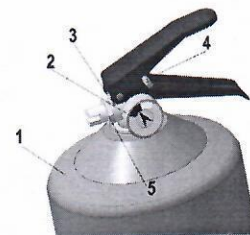

Рис. 1
3.1. Огнетушитель состоит из корпуса 1 наполненного огнетушащим порошком, индикатора давления 2, запорно-пускового устройства (ЗПУ) 3, чеки 4, насадка 5 (рис.1).
Рисунок 1 не определяет тип конструкции.
-расположить огнетушитель вертикально, насадком 5 (рис.1) в направлении очага пожара.